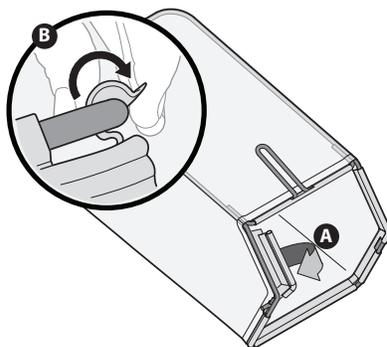

Figure 2-6
1. Suivez les étapes ci-dessous pour assembler le sac à herbe (si nécessaire). Avant d'assembler le sac, assurez-vous que l'étiquette d'avertissement du sac se trouve à l'extérieur. Voir Figure 2-6.